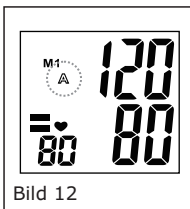

Bild 12
1. Drücken Sie die „M“-Taste ihres gewünschten Speichers, wird zuerst auf dem Bildschirm ein Durchschnittswert der letzten 3 Messwerte angezeigt. Im Display erscheint der Symbol „ A „ (Siehe Bild 12)